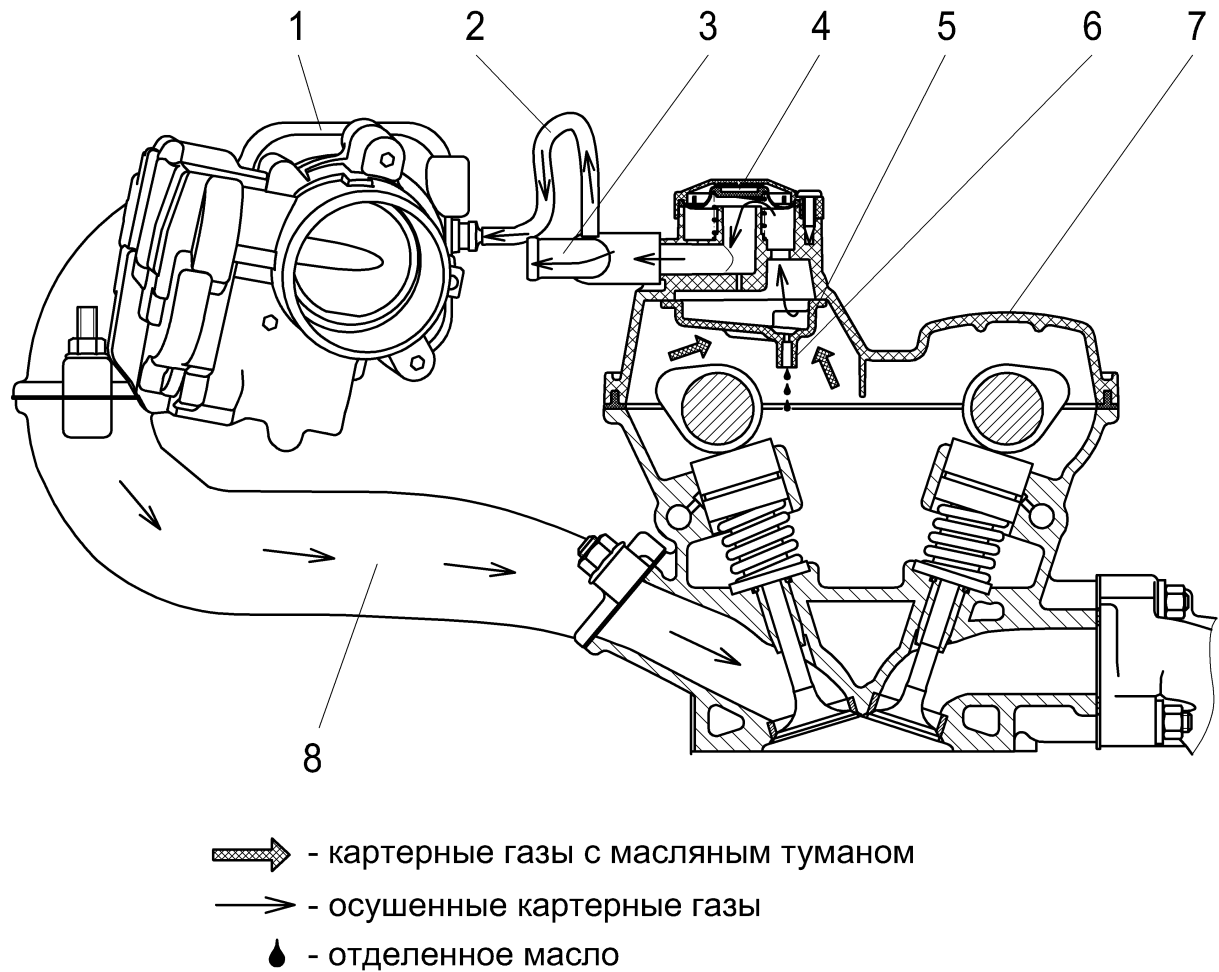

Рис.35. Система вентиляции картера:
**Система вентиляции картера** – закрытая, действующая за счет разрежения во впускной системе, создаваемого при работе двигателя. Система оборудована клапаном разрежения. Схема системы вентиляции показана на рис.35.